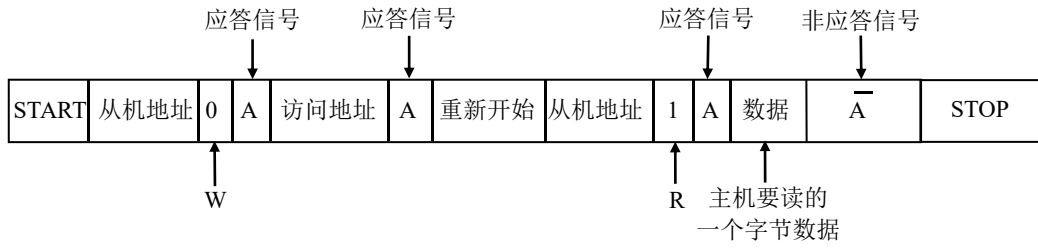

Figure 15-8 主机向从机读写数据 1 个字节数据
如 Figure 15-8 所示，主机要从从机读 1 个字节数据时，主机首先产生 START 信号，然后紧接着发送一个从机地址，注意此时该地址的第 8 位为 0，表明是向从机写命令，这时候主机等待从机的应答信号 (A)，当主机收到应答信号时，发送要访问的地址，继续等待从机的应答信号，当主机收到应答信号后，主机要改变通信模式 (主机将由发送变为接收，从机将由接收变为发送) 所以主机发送重新开始信号，然后紧接着发送一个从机地址，注意此时该地址的第 8 位为 1，表明将主机设置为接收模式开始读取数据，这时候主机等待从机的应答信号，当主机收到应答信号时，就可以接收 1 个字节的数据，当接收完成后，主机发送非应答信号，表示不在接收数据，主机进而产生停止信号，结束传送过程。